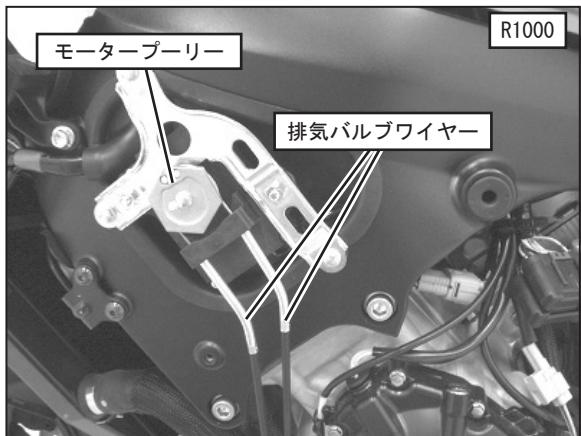

FIG. 1
- GSX-R1000の場合は、車両のモーターユニットから排気バルブワイヤーを取り外して下さい。(FIG. 1 参照)
- モーターユニットのモータープーリーが回らない様に注意しながらモータープーリーを留めるボルトを外し、モータープーリーをモーターユニットから取り外して下さい。(FIG. 1 参照)